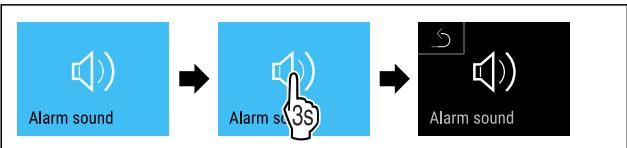

Fig. 111
- Seguir los pasos de procedimiento (consulte Fig. 111).